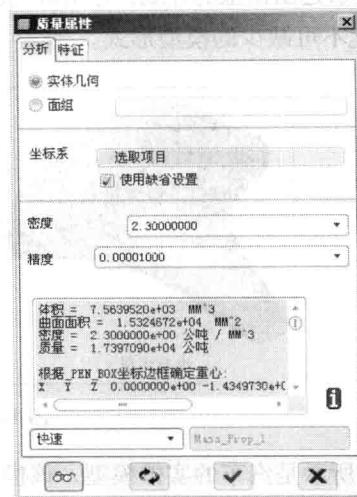

图 1-8 物理属性参数
- 在【质量属性】对话框中，单击底部的 按钮，分析模型的物理属性。结果如图 1-8 所示，可以获得模型的体积、质量和表面积等物理属性参数。